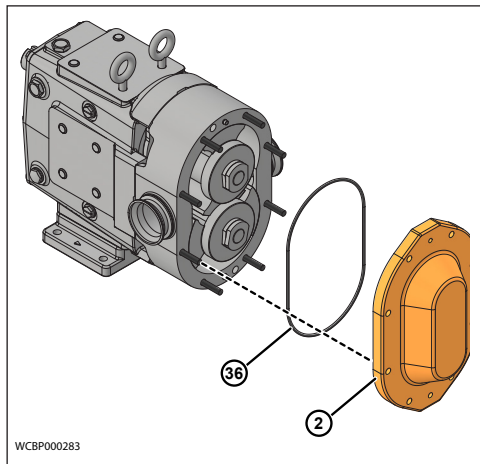

Abbildung 32 - Abnehmen des O-Rings
- Entfernen Sie den Deckel (2). Sollte dieser klemmen, lösen Sie ihn mit einem weichen Hammer. Entfernen und entsorgen Sie den O-Ring des Deckels (36) (Abbildung 32)